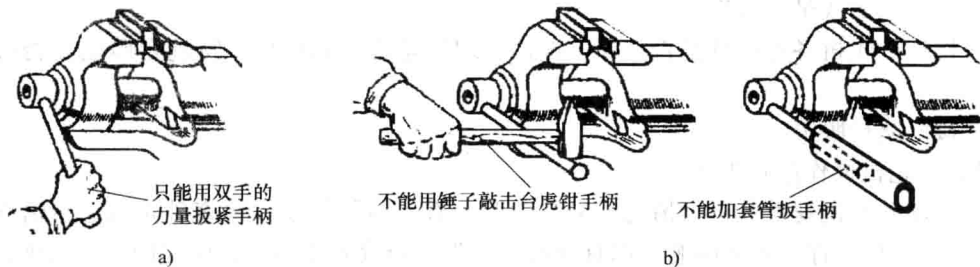

图 1-7 台虎钳手柄的使用要求
3) 夹紧工件时只允许依靠手的力量来扳动手柄, 绝不能用锤子敲击手柄或随意套上长管子来扳动手柄, 以免丝杠、丝母或钳身损坏, 如图 1-7 所示。